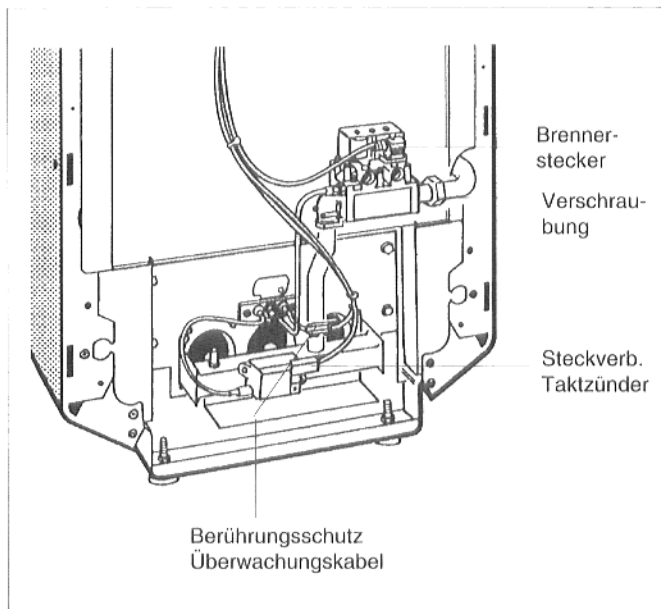

Abb. 36: Gasbrenner
- Gasbrenner an der Verschraubung von der Zuleitung trennen (Abb. 36).
- Schraube am Brennerstecker lösen und Brennerstecker abziehen (Abb. 36).
- Steckverbindung am Taktzünder lösen (Abb. 36)
- Berührungsschutz am Überwachungskabel entfernen und Steckverbindung lösen (Abb. 36).